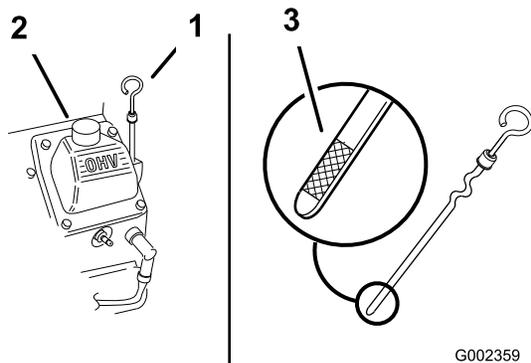

図 20
3. 給油口からゴミが入ってエンジンを傷つけないように、ディップスティック 図 20 の周囲をウェスできれいに拭く。
4. ディップスティック 図 20 を抜き取り、付いているオイルをウェスで拭きとる。
5. ディップスティックを補給管一杯に差し込む 図 20。ただしねじ込まないこと。
6. 補給管 図 20 から、必要量の 80% 程度のオイルをゆっくり入れる。